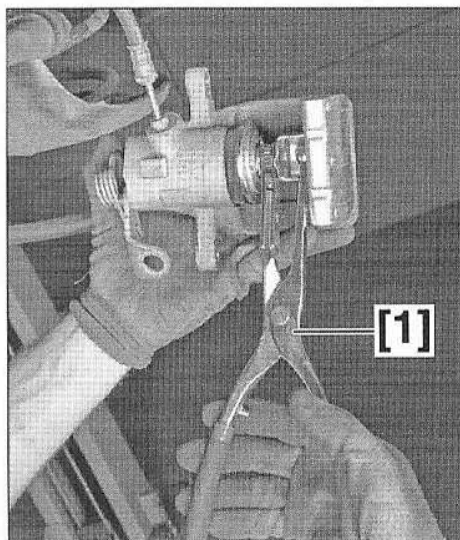

FIG.10
- Repousser le piston au fond de son logement en le faisant tourner, dans le sens horaire, à l'aide de l'outil [1] (Fig.10).